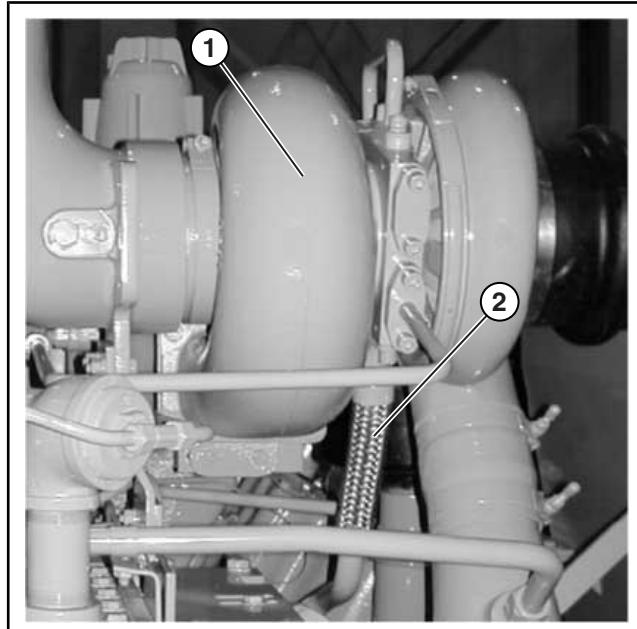

Рисунок 6.05-2: Шланг слива масла с турбонагнетателя (справа сзади)
1. Снимите шланг слива масла с турбонагнетателей (см. Рисунок 6.05-2).